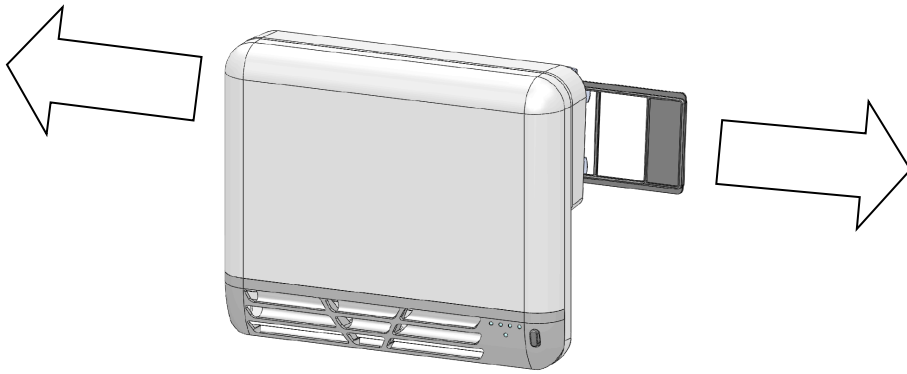

Fig. 21
2. *tirer sur le filtre qui se trouve derrière le ventilateur à droite ou à gauche pour l'extraire, comme illustré dans la Fig. 21;*